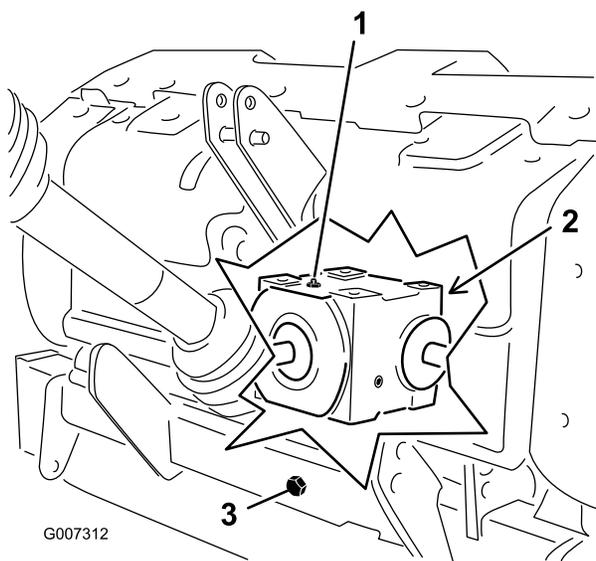

Figura 30
2. Rimuovete il tappo di controllo dalla trasmissione (Figura 30).
3. Verificate che il livello dell'olio nella trasmissione arrivi al bordo inferiore del foro del tappo di controllo (Figura 30).
1. Eliminate eventuali detriti dal tappo di riempimento e dal tappo di spurgo per evitare la contaminazione (Figura 30).